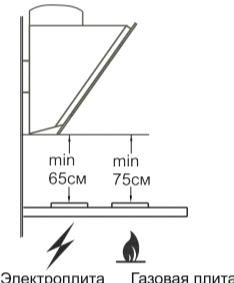

рис. 1
1.2 Вытяжку устанавливайте на высоте, как показано на рис. 1.
- 4.7 Установливайте кухонную вытяжку над плитой в соответствии с рис. 1.
- разметьте линию установки нижней части вытяжки над плитой (рис.1);